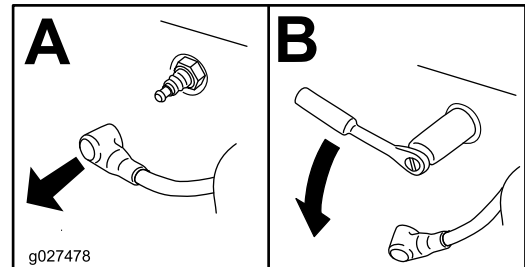

Figura 26
- Retire la bujía (Figura 26).